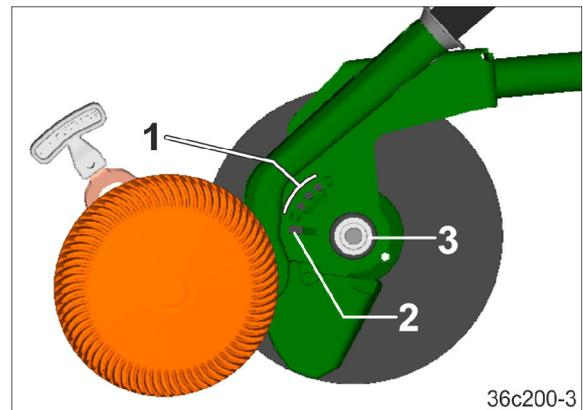

Fig. 178
1. Den Ansatz des Hebels über die Lochgruppe (Fig. 178/1) hinweg in das Langloch (Fig. 178/2) einrasten.
2. Die Tiefenführungsscheibe/rolle im Langloch (Fig. 178/2) soweit verschieben, bis die Tiefenführungsscheibe/rolle vom Verschluss (Fig. 178/3) freikommt.
1. Die Tiefenführungsscheibe/rolle auf den Verschluss (Fig. 178/3) aufstecken. Dabei fasst der Ansatz in das Langloch (Fig. 178/2) des Schar.
2. Die Tiefenführungsscheibe/rolle im Langloch (Fig. 178/2) soweit verschieben, bis die Tiefenführungsscheibe/rolle im Verschluss einrastet. Ein leichter Schlag auf den Scheibenmittelpunkt erleichtert das Einrasten.
3. Den Ansatz mit Hilfe des Hebels aus dem Langloch ziehen und in die erforderliche Bohrung (Fig. 178/1) stecken.